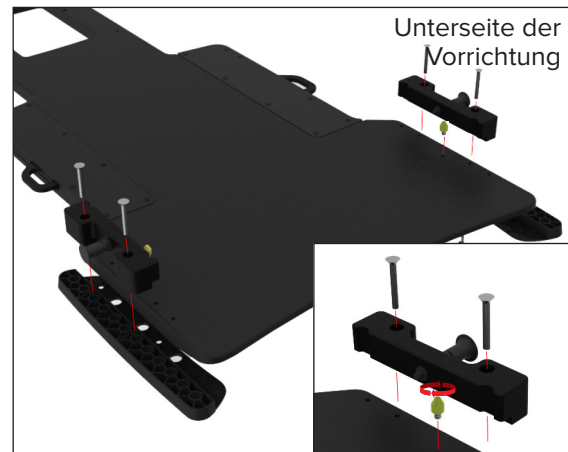

Abb. 2
2. Den gelben konischen Ausrichtungsadapter direkt an der Unterseite der Vorrichtung anbringen (jeweils einen auf jeder Seite). (Abb. 2 und 2a)